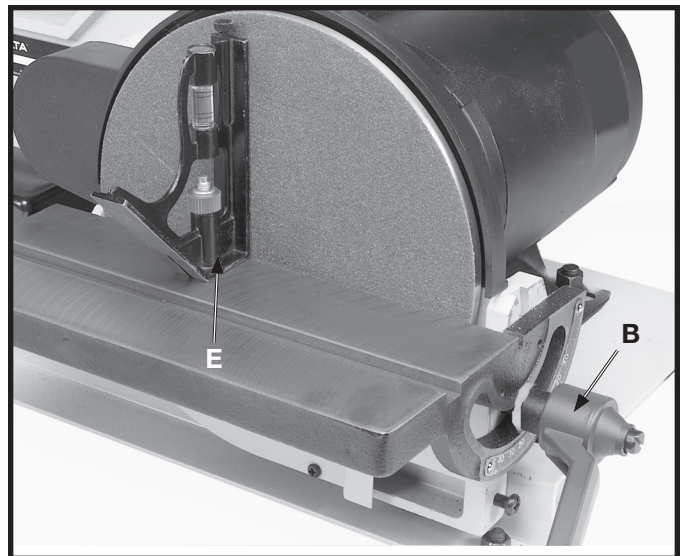

Fig. 29
Para verificar si la mesa está a 90 grados del disco de lijado, coloque una escuadra (E) Fig. 29 sobre la mesa con un extremo de la escuadra contra el disco de lijado, como se ilustra aquí. Si resulta necesario hacer un ajuste, afloje la palanca de lijado (B) y mueva la mesa hasta que esté seguro que se encuentra a 90 grados del disco de lijado. Apriete entonces la palanca de cierre (B).